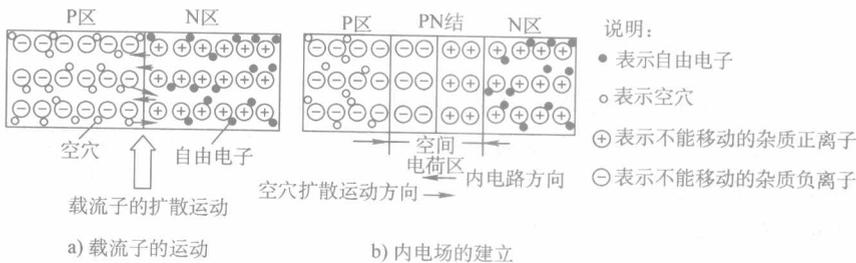

图1-18 PN结的形成
(3) PN结 利用特殊的掺杂工艺,在一块晶片两边分别生成N型和P型半导体,两者的交界处就会出现一个特殊的接触面,称为PN结,如图1-18所示。